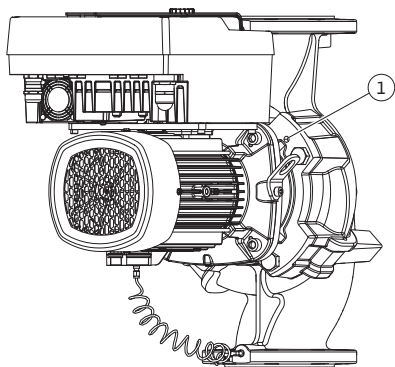

Fig. 11: A behelyezhető készlet lenyomása a menetes furatokon keresztül (DN 100–DN 125)
- Behelyezhető készletet (lásd Fig. 4.) válassza le a szivattyúháizról. Szivattyútípustól függően (lásd: Fig. I... III) különböző megoldások léteznek: a Fig. I szivattyútípus (DN 32 – DN 80) esetén lazítsa meg a csavarokat (29. poz.). Nyomja le a behelyezhető készletet a szivattyúháizról. A Fig. II és Fig. III típusú szivattyú (DN 100 – DN 125) esetén ehhez használja a két-menetes furatot (Fig. 11, 1. poz.). Ennek során használja az építető által biztosított csavarokat (pl. M10 x 25 mm).
5. Nyomja le a behelyezhető készletet (lásd: Fig. 4) a szivattyúházzal. Ehhez használja a két menetes furatot (lásd Fig. 11). A rögzítés meglazításához csavarja be a megfelelő hosszúságú M10 csavarokat a menetes furatokba.